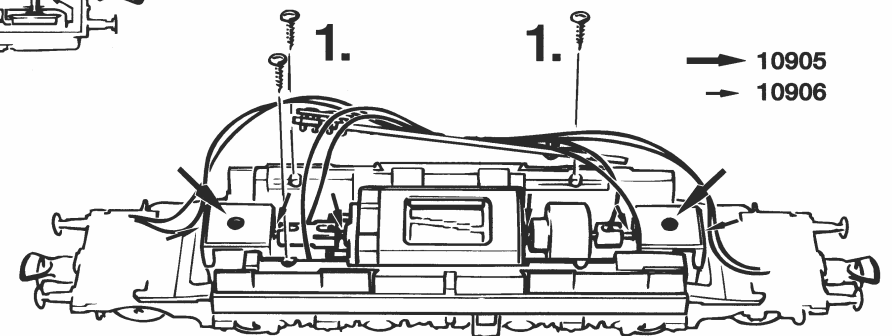

Fig. 10
Ausführung für Wechselstrom: siehe Fig. 10
Version en courant alternatif: voir fig. 10
A.C. operation: see fig. 10